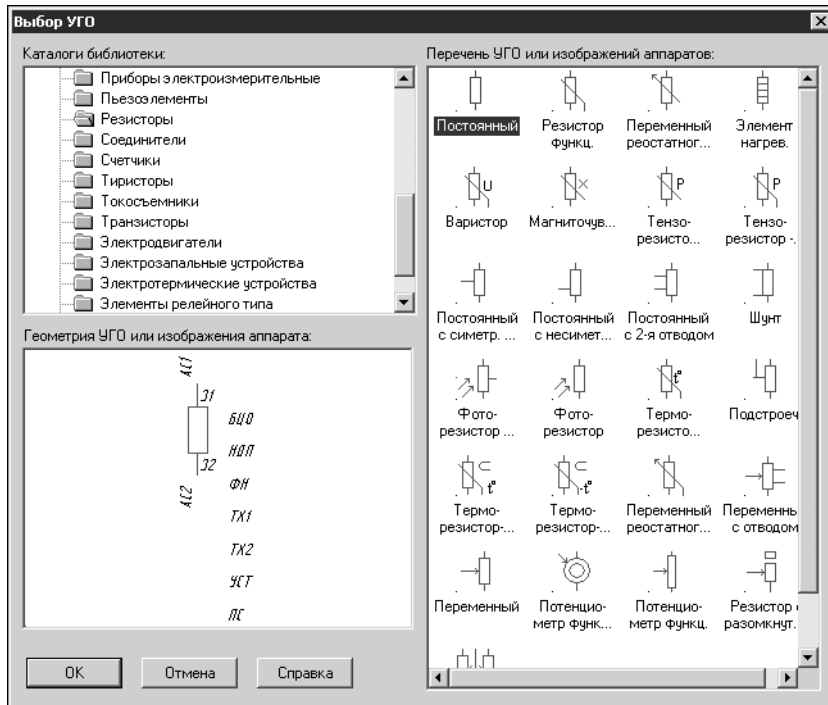

Рис. 6.8. Выбор УГО из базы данных
Добавить (Удалить)	Кнопка с динамически изменяемым текстом. Если УГО добавлено на кнопку текст Удалить , если нет - Добавить . Нажмите эту кнопку, чтобы добавить или удалить УГО. После нажатия кнопки Добавить на экране появится диалог Выбор УГО (рис. 6.8, табл. 6.11).
10. В области **Принципиальная схема аппарата** (см. табл. 6.9 на с. 160) нажмите кнопку **Добавить**. В результате на экране появится диалог **Выбор УГО** (рис. 6.8, табл. 6.11 на с. 161).